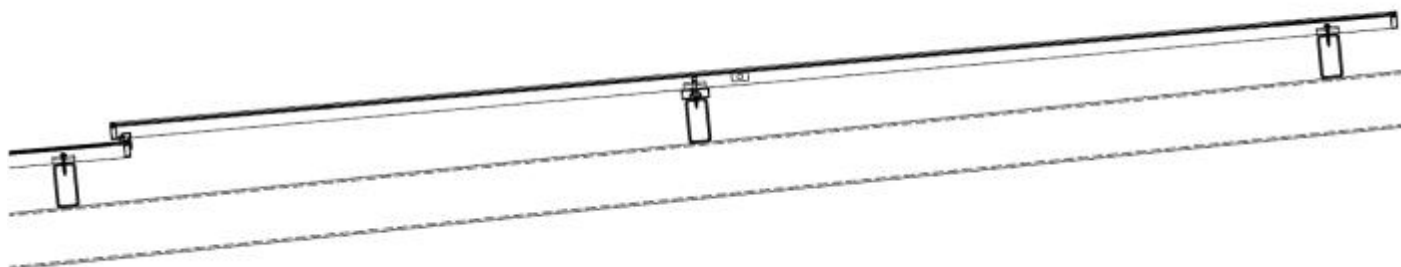

Figura 26
- 13) A segunda fileira de placas é instalada da seguinte maneira: as abraçadeiras são colocadas na parte superior e no meio das bordas dos lados esquerdo e direito da placa. As juntas de isolamento devem ser instaladas primeiro no meio, abaixo das abraçadeiras, o que pode se referir às etapas acima da segunda fileira de trilhos. Para a instalação das abraçadeiras acima, consulte as etapas acima da terceira fileira de trilhos (Figura 26).